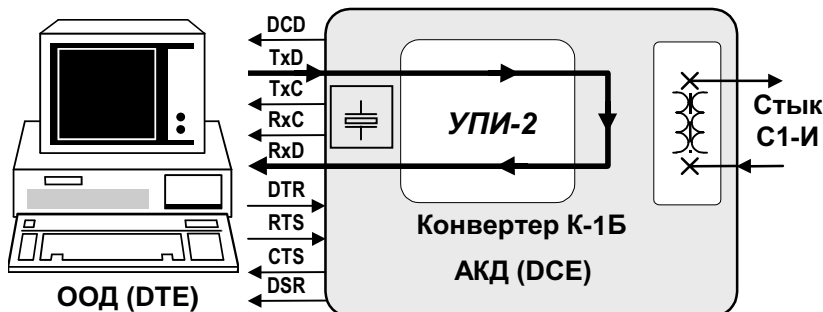

Рис. 10 Местный шлейф (LL) для АКД (DCE)
Суть проверки *Местный шлейф (LL)* показана на Рис. 10. Данные, поступающие в конвертер из ООД (DTE) через УПИ-2, проходят через преобразователь конвертера и возвращаются в ООД (DTE) через УПИ-2. Данные от стыка С1-И игнорируются, а в стык передается служебный сигнал “канал не годен”. Проверка LL возможна как при включенном, так и при выключенном асинхронном преобразователе конвертера.